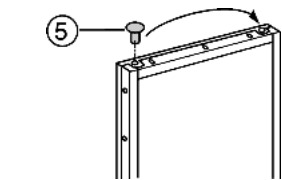

Fig. 5
- ▶ Cambiare i tappi Fig. 5 (5)